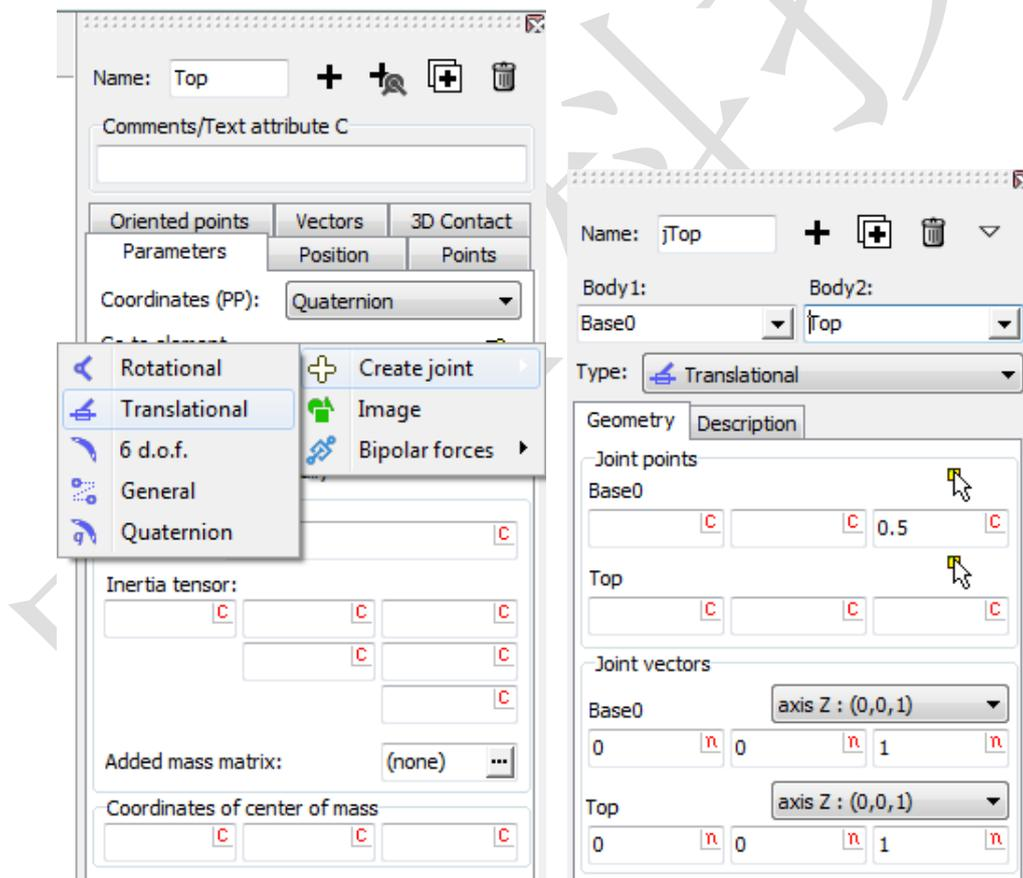

图 2.8 创建平动铰
2. 然后在右侧**交互界面**单击按钮, 并依次选择 **Create joint | Translational**, 如图 2.8 (左) 所示。这样就创建了刚体 **Top** 相对大地 **Base0** 的平动铰。
3. 在 **Geometry** 页面设置平动铰的参数, 如图 2.8 (右) 所示。